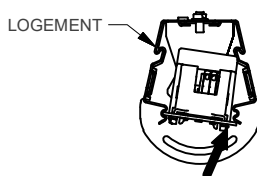

FIGURE 3: PLAQUE DE LED
- 7) Aligner sur la lentille en inclinant d'un côté et puis faites pivoter l'extrémité opposée autour d' encliquetage dans l'autre côté, comme le montre la Figure 3 .